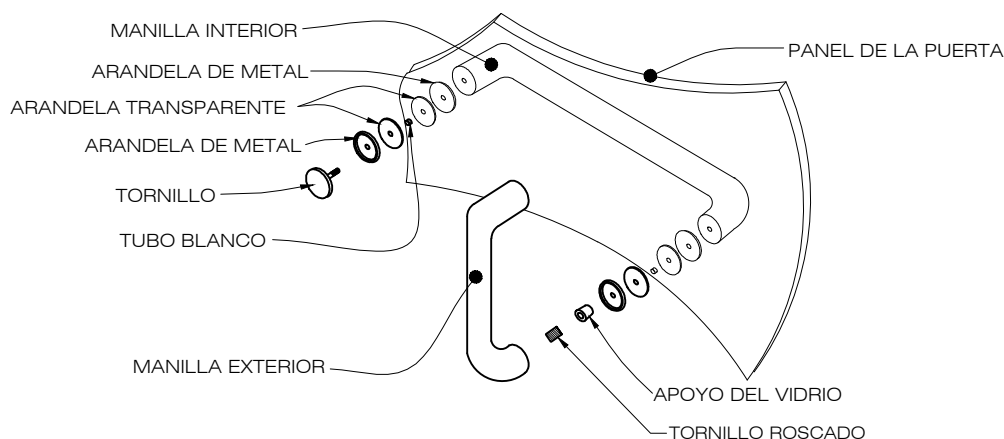

FIG.6
2. Coloque la manilla en su posición en la puerta. Coloque arandelas de plástico (incluidas) de cada lado de la puerta. [CONSULTE LA FIG. 6]